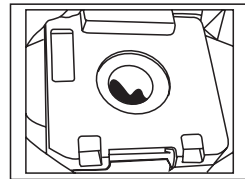

Fig.7
- Introduzca la nueva bolsa en su soporte (8). Enganche con la pestaña del soporte el cartón de la boca de la nueva bolsa. Introduzca el soporte de la bolsa por la guía interior del compartimento de bolsa hasta hacer tope. Es muy importante que la bolsa esté colocada correctamente. Para ello, asegúrese que una vez colocada la bolsa en su soporte, el orificio de entrada de la bolsa coincide completamente con el orificio del soporte de la bolsa. **Fig. 7**